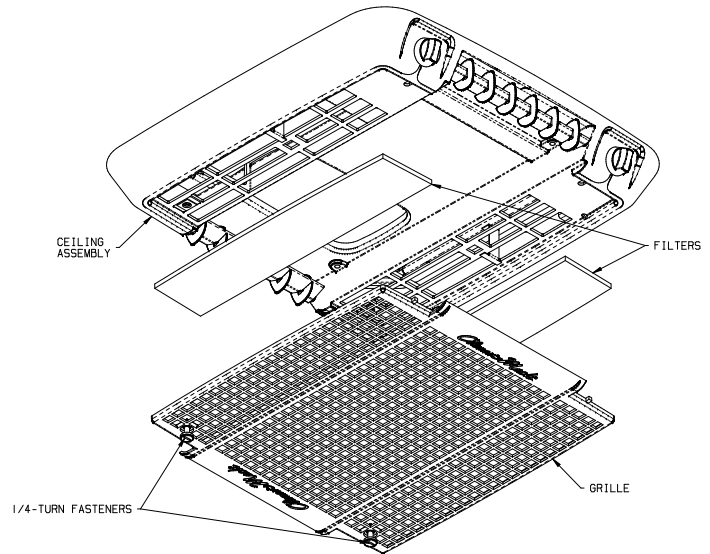

FIGURE 2
1. Disengage the two 1/4-turn fasteners that secure the ceiling assembly grille to the ceiling assembly (See Figure 2).
3. Take the filters out and either clean or exchange with other filters (See Figure 2).
1. Dégagez d'un quart de tour les deux attaches qui retiennent la grille du plafond à l'assemblage du plafond (voir la figure 2 à la page 5).
3. Sortir les filtres et nettoyer ou échanger avec d'autres filtres (voir la figure 2 à la page 5).